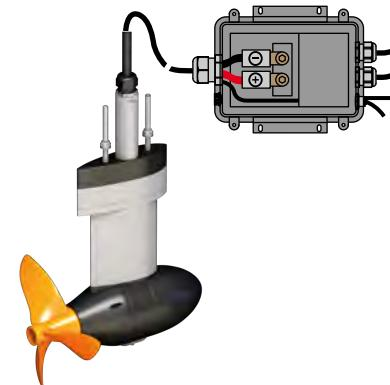

Fig. 11: Cableado
1. Suelte los tornillos (1) del cuadro electrónico para abrirlos.
3. Conecte los dos cables de potencia en los polos correspondientes (rojo=+, negro=-; 5 Nm), "Fig. 11: Cableado".